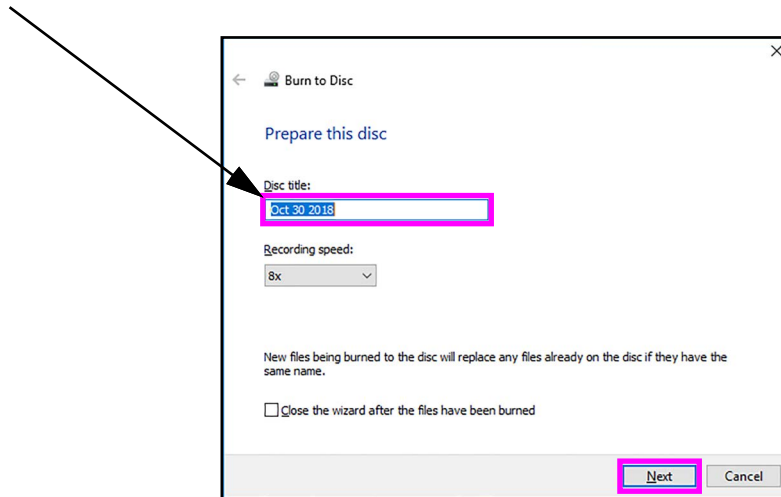

Figura 2-33. Programma di scrittura CD - Schermata iniziale
Le schermate successive (dalla Figura 2-33 alla Figura 2-37) mostrano il programma di scrittura del CD man mano che il processo di scrittura avanza.
- A. Dopo il corretto rilevamento del CD vuoto su cui scrivere, la prima schermata chiederà di assegnargli un nome. NON toccare o fare semplicemente clic sul pulsante **Avanti (Next)** per continuare il processo di scrittura con il nome predefinito indicato nella schermata. Digitare invece nell'apposito spazio il nome della struttura, ad esempio "Ospedale XYZ", quindi toccare o fare clic su **Avanti (Next)**. Vedere la Figura 2-33.